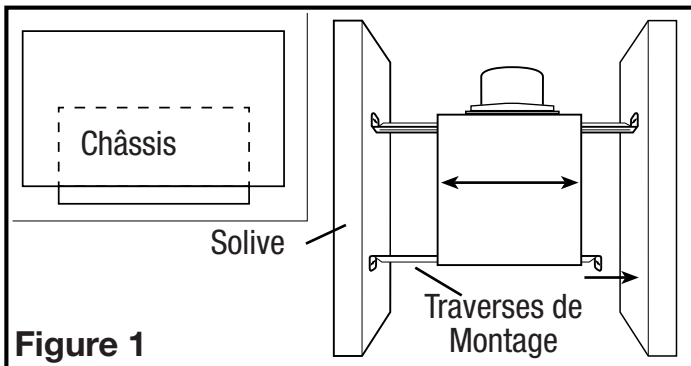
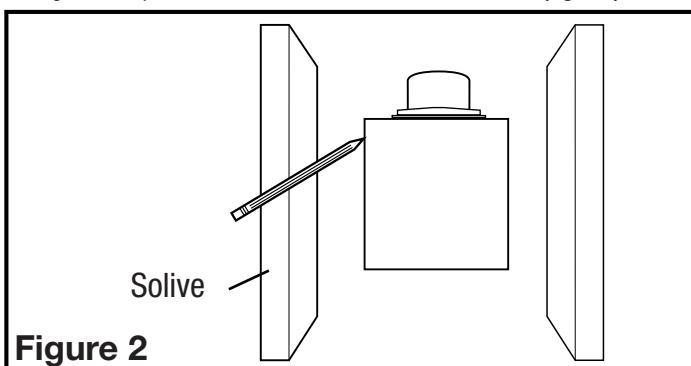

Figure 1
Figure 2
- Installez les rails dans le canal de montage sur le boîtier. Centrez le canal de montage dans les fentes sur le boîtier, puis de l'intérieur du boîtier, serrez les écrous de montage de sorte que le canal soit bien en place. Placez le boîtier à côté de la solive. Aligner le châssis pour qu'il soit de niveau avec le plafond fini. Fixez les extrémités des rails aux solives avec des vis ou des clous (non inclus) et glissez le boîtier dans la position finale (Figure 1).
- Placer le boîtier en place entre les solives et tracez un contour sur le matériel du plafond (Figure 2). Mettez le boîtier de côté et découpez l'ouverture, en faisant attention de ne pas couper ou endommager les installations électriques ou d'autres utilités masquées. Installez les rails dans le canal de montage sur le boîtier. Centrez le canal de montage dans les fentes sur le boîtier, puis de l'intérieur du boîtier serrez les écrous de montage de sorte que le canal soit bien en place. Positionnez le boîtier dans le trou préalablement découpé de sorte qu'il soit aligné avec le plafond fini. Fixez les extrémités des rails aux solives (Figure 1).